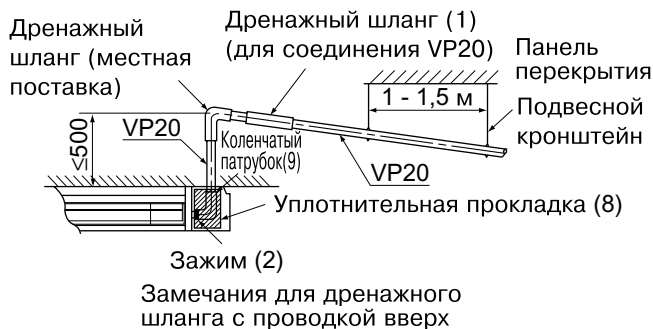
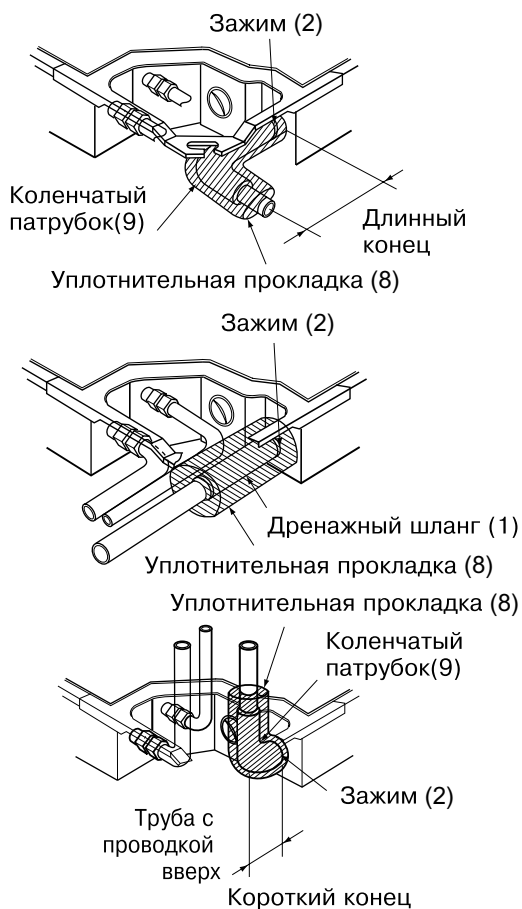

Рис. 26
Рис. 28
7-1 Сборка дренажного трубопровода (См. рис. 26)
- Во избежание провисания дренажного шланга обеспечивайте зазор между подвесными проводами через каждые 1 – 1,5 м. (См. Рис. 26)
- Используйте только поставляемый дренажный шланг (1), (для дренажной трубы с проводкой справа) или коленчатый патрубок (9) (для дренажной трубы с проводкой справа) и зажим (2).
- Поместите дренажный шланг (1) или коленчатый патрубок (9) на дренажный трубопровод до горловины и надежно закрепите зажим (2).
- Затягивайте зажим (2) до тех пор, пока головка винта не приблизится к шлангу на расстояние менее 4мм.
- Заизолируйте зажим (2) и дренажный шланг или коленчатый патрубок (9) с помощью поставляемой уплотнительной прокладки (8). (См. Рис. 28)